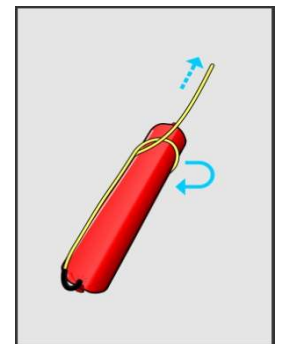

Abb. 4-6
5. Ziehe die Schlaufe fest über die Patrone (Abb. 4-6).